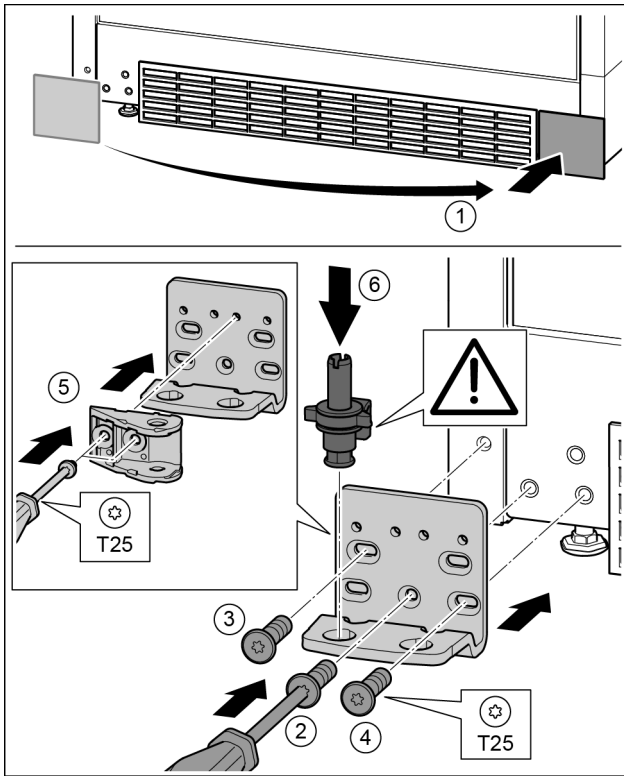

Fig. 31
- ▶ Detașați capacul și montați-l pe partea opusă. Fig. 31 (1)
- ▶ Aplicați suportul de lagăr pe partea opusă și înșurubați-l cu ajutorul unei șurubelnițe T25. Începeți cu șurubul 2 de jos din centru. Fig. 31 (2)
- ▶ Înșurubați ferm șurubul 3 și 4. Fig. 31 (3, 4)
- ▶ Rotiți îmbinarea amortizorului de închidere cu 180°. Înșurubați pe partea opusă a suportului de lagăr cu șurubelnița T25. Fig. 31 (5)
- ▶ Introduceți complet bolțul de lagăr. Aveți grijă aici ca respectiva camă de cuplare să fie îndreptată către înapoi. Fig. 31 (6)